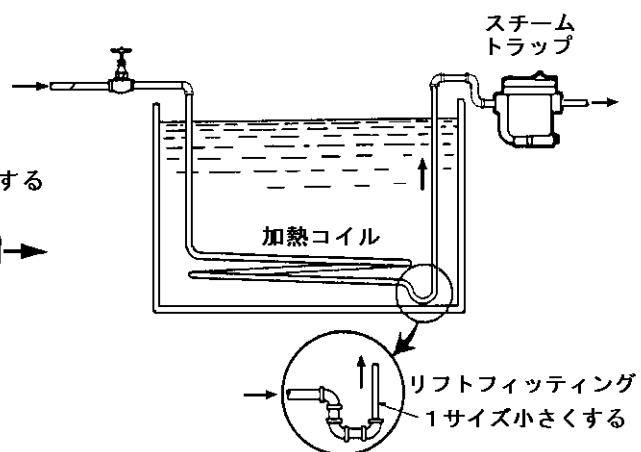

図2 >
- 3) 機器の構造等により、機器より高い位置に取付けなければならない場合、排水効率を高めるためリフトフィッティングの設置と、立ち上がり管の径を1サイズ小さくすることをお薦めします。(図2参照)